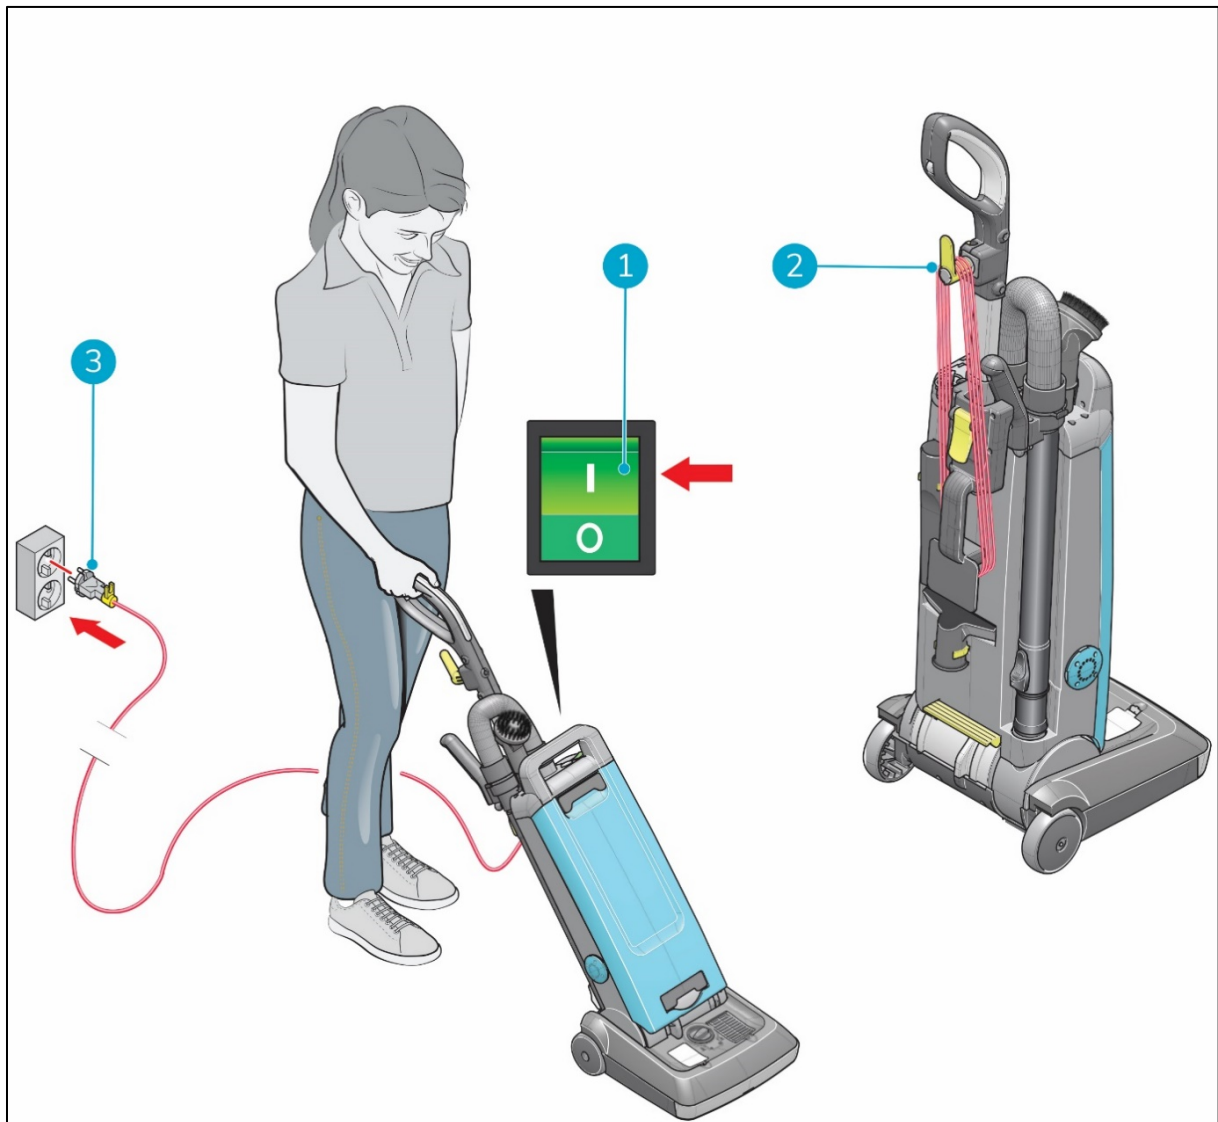

Figure 19
1. Déroulez complètement le câble d'alimentation (Figure 19, pos. 2).
2. Branchez la fiche du câble d'alimentation sur la prise murale (Figure 19, pos. 3).
3. Appuyez sur l'interrupteur ON/OFF (Figure 19, pos. 1) en haut du corps principal pour allumer l'i-vac 30UR.